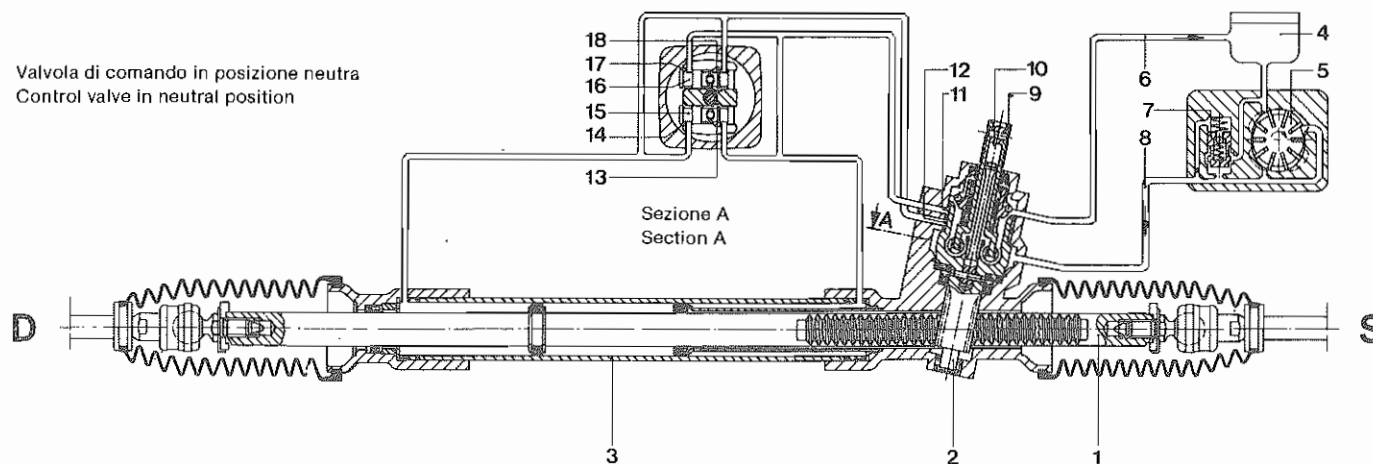

Fig. 4 - Manopola di regolazione del volante
- Allentare la manopola di regolazione del volante (**Fig. 4**).
- Unscrew steering wheel adjusting grip (**Fig. 4**).